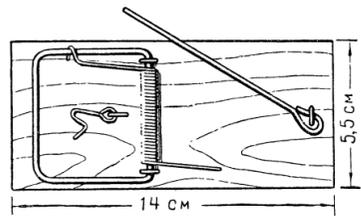

Рис. 18. Спущенная пашка (вид сверху)
**Мышеловка-пашка.** Из капканов, убивающих попавшее в них животное, легче всего изготовить мышеловку-пашку (рис. 18). Сделайте ее так. Отпилите кусок доски размером примерно 14×5,5 см. Затем из прочной проволоки согните четырехугольную рамку, причем на концах проволоки необходимо оставить небольшой запас для последующего соединения. На одну из сторон рамки наденьте сильную стальную спиральную пружину с достаточно длинными свободными концами. После этого конец рамки соедините, а одно из плеч пружины закрепите на прилегающей стороне рамки. Затем натяните пружину тремя-четырьмя оборотами и свободно закрепите рамку на дощечке двумя скобками, сделанными из проволоки или гвоздя.